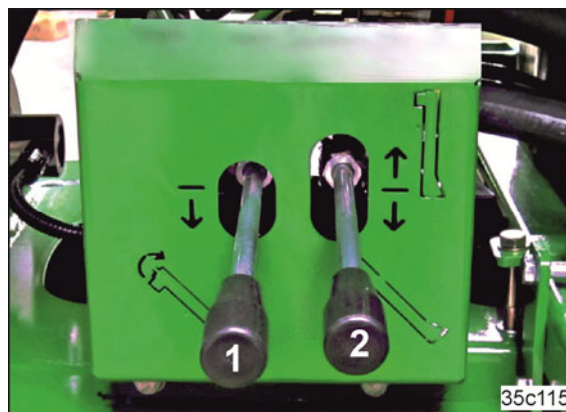

Рис. 232
4. Нажимайте рычаг (Рис. 232/2) до тех пор, пока загрузочный шнек не будет полностью разложен.
7. Нажмите на рычаг (Рис. 232/1) вниз.
10. Удерживайте рычаг (Рис. 232/2) поднятым, пока загрузочный шнек не будет полностью сложен.